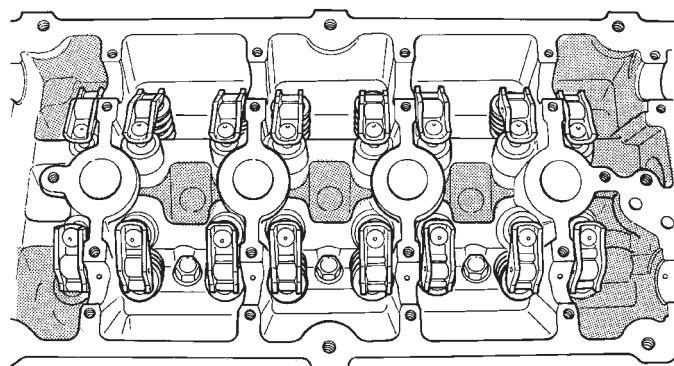

Fig. 26 Conjuntos de seguidor de leva—Instalación
(1) Instale el conjunto de reguladores de juego hidráulicos, asegurándose de que los reguladores se encuentren por lo menos parcialmente llenos de aceite. Esto se hace evidente porque hay poco o ningún recorrido del émbolo, cuando se oprime el regulador de juego. Lubrique con aceite limpio e instale los conjuntos de seguidor de leva en sus posiciones originales en el regulador hidráulico y el vástago de válvula (Fig. 26).